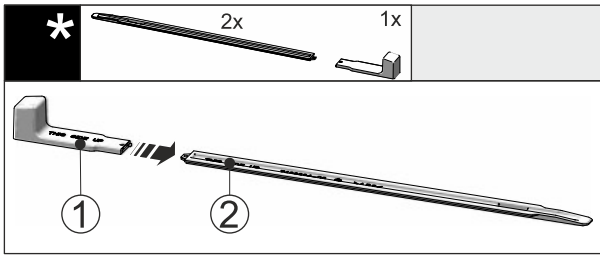

Fig. 50
- Insertar el tirador de montaje Fig. 50 (1) en el riel de nivelación Fig. 50 (2).